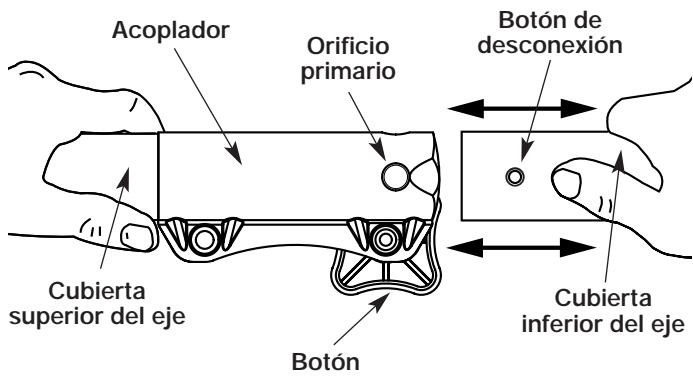

Fig. 6
3. Mientras sostiene el accesorio con firmeza, empújelo en línea recta en el acoplador (Fig. 6).
**PRECAUCIÓN:** Trabe el botón de desconexión en el orificio primario (Fig. 6) y ajuste bien la perilla antes de operar esta unidad.